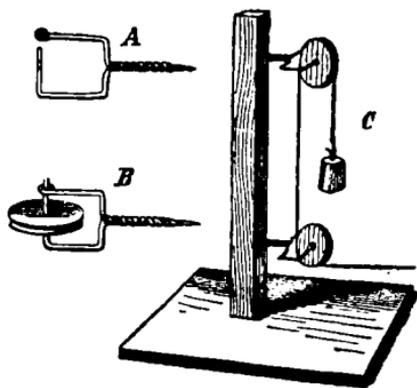

Рис. 168. неподвижный блокъ.
*Неподвижный блокъ* (рис. 168). Выстрогай брусокъ въ 30 сантиметровъ ( $6\frac{3}{4}$  вершка) длиною и въ 2 сантиметра (около  $\frac{3}{4}$  дюйма) толщиною и укрѣпи его посредствомъ шипа въ доскѣ. Затѣмъ выпиши лобзикомъ или поворотной пилой деревянный кружокъ въ 3 сантиметра (около  $1\frac{1}{4}$  дюйма) въ поперечникѣ. На окружности кружка сдѣлай жолобокъ. Удобнѣе всего сдѣлать
жолобокъ на токарномъ станкѣ, но за неимѣнїемъ станка можно сдѣлать жолобокъ и напилкомъ. Въ серединѣ кружка просверли дырку. Затѣмъ изогни два куска проволоки и скрути вмѣстѣ ихъ концы, чтобы получилась скобка, или такъ называемая *обоймица*, какъ показано на рисункѣ 168, А. Загнутый подъ прямымъ угломъ конецъ скобки продѣнь въ дырку кружка и вставь этотъ конецъ въ петлю, сдѣланную на другомъ концѣ скобки (рис. 168, В). Скрученные вмѣстѣ концы проволоки заостри и вставь въ дырку, просверленную въ стойкѣ.